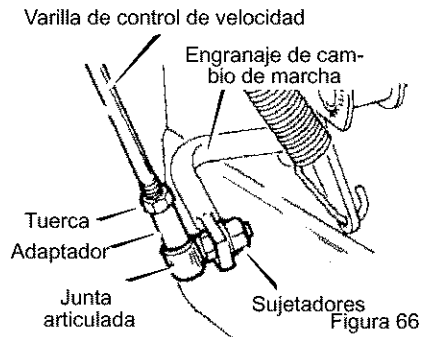

Figura 66
4. Conecte el **conjunto de horquilla de cambios** al extremo inferior de la **varilla de control de velocidad** al **conjunto de horquilla de cambios**. Vea la Figura 66. La fábrica se encarga de conectar los **sujetadores** a la **varilla articulada**.